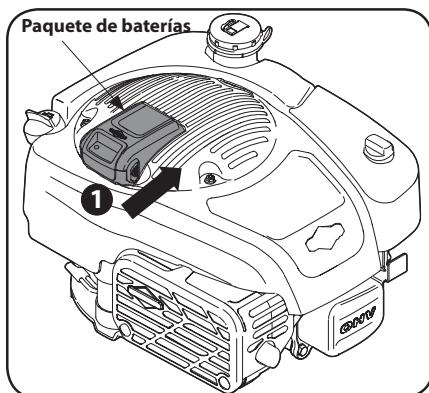

Figura 3-3
- Verifique la bandeja de la batería en la parte superior del motor para que no hayan residuos y si estuviera sucia límpielala con un cepillo o un paño. Empuje el paquete de la batería dentro de la bandeja de la batería hasta que haga clic en la parte superior del motor. Consulte la Figura 3-3.